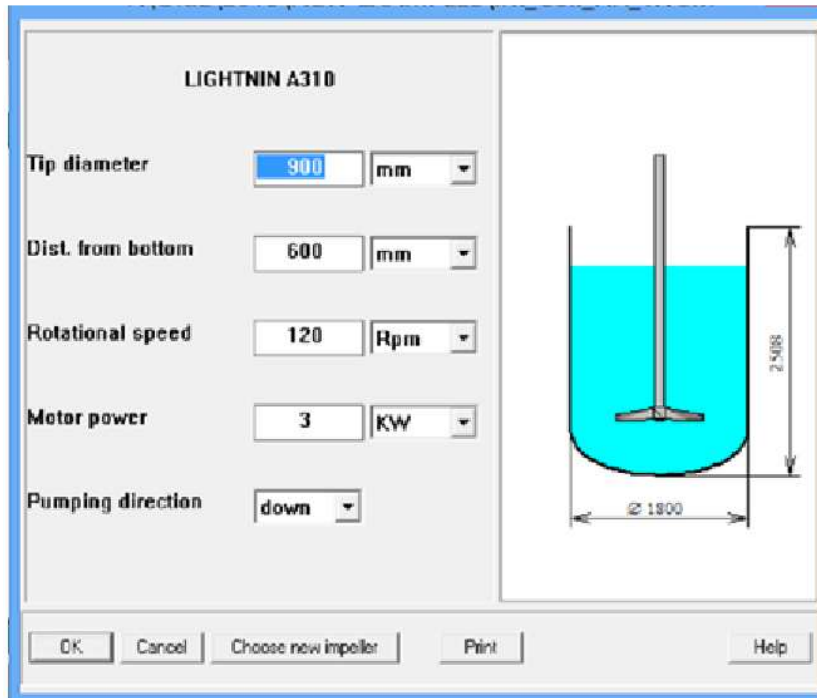

Figure 4. Impeller Lightnin A 310.
3.3. Entering impeller (Fig.4).